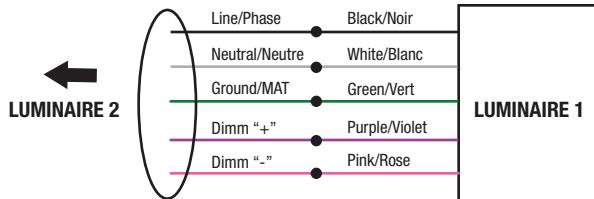

Fig. 4
7. Make appropriate wiring connections as per wiring diagram (Fig. 4).
- For dimming wires connection, refer to Fig. 4.
7. Effectuer les connexions de câblages appropriées conformément au schéma de câblage (Fig. 4). Pour les fils de gradation de la lumière, se référer à la figure 4.